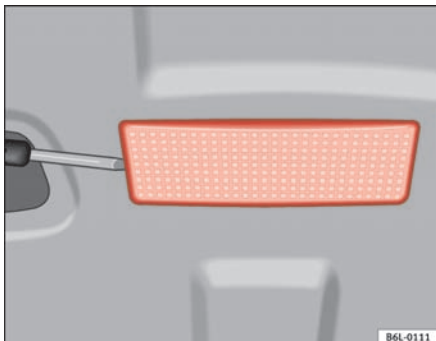

Fig. 157 Bagagerumslys
- Sæt skruetrækkeren i åbningen i venstre side ⇒ fig. 157.